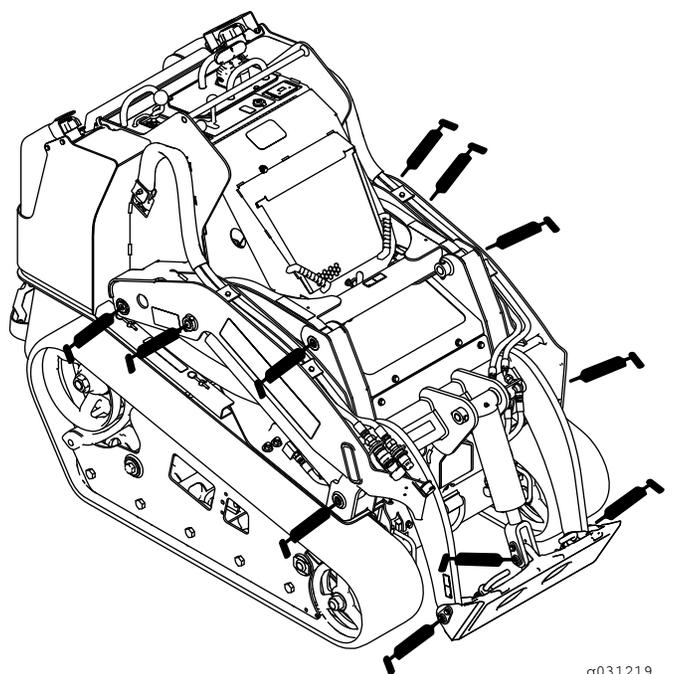
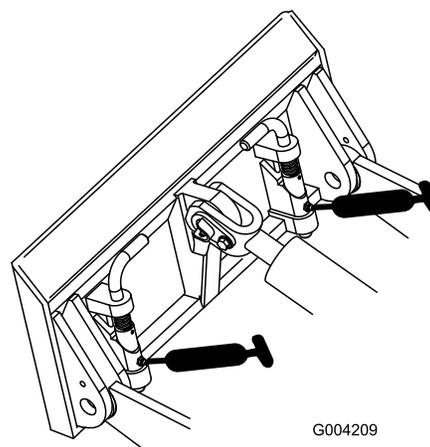

図 38
図 39
4. 各フィッティングにグリスガンを接続する 図 38、図 39、図 40。